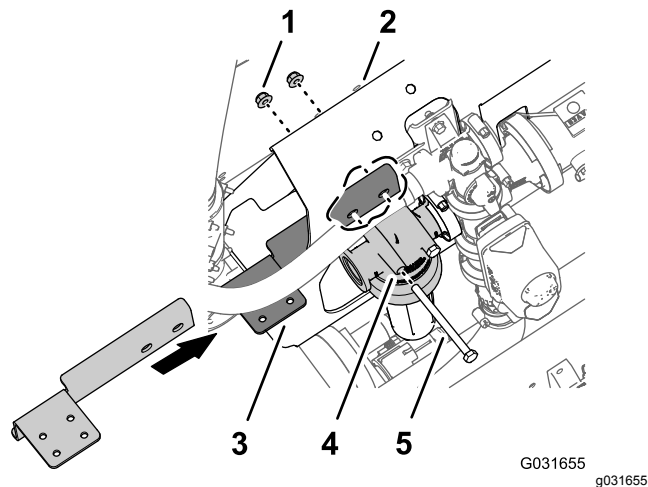

Bild 222
4. Entfernen Sie die zwei Sicherungsbundmuttern (5/16"), mit denen der Filterkopf an der Verteilerbefestigung befestigt ist (**Bild 222**).
5. Fluchten Sie die Löcher im langen Flansch der Abstellventil-Befestigung (Toro Bestellnummer 131-3725-03) mit den zwei Schrauben (5/16" x 4") an der Vorderseite der Verteilerbefestigung aus (**Bild 222**).
6. Befestigen Sie die Befestigung des Abstellventils mit zwei Sicherungsbundmuttern, die Sie in Schritt 4 entfernt haben, an der Verteilerbefestigung (**Bild 222**).